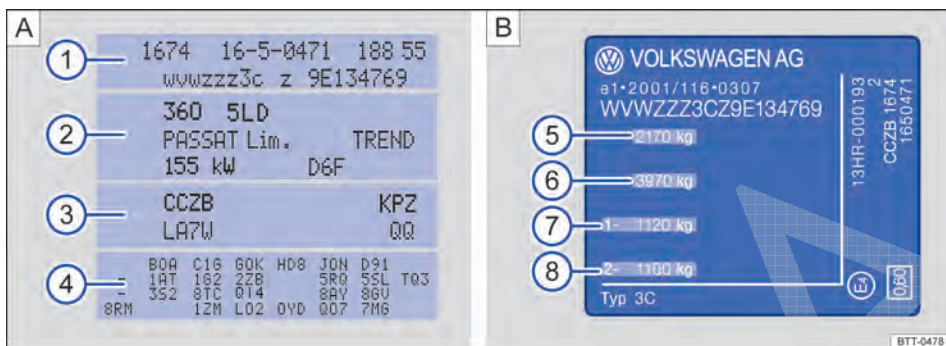

Fig. 16 A: etiqueta de dados do veículo: na figura de exemplo com o código do motor CCZB ③. B: placa de identificação.
A etiqueta de dados do veículo ⇒ Fig. 16 A está colada na área dos pedais e contém os seguintes dados:
- ① Número de identificação do veículo (número do chassi)
- ② Modelo do veículo, potência do motor, transmissão
- ③ Código do motor e da transmissão, código da cor, acabamento interno. No exemplo, o código do motor é “CCZB” ⇒ Fig. 16.
- ④ Equipamentos opcionais, números PR
A plaqueta de identificação ⇒ Fig. 16 B está visível na coluna da porta após abertura da porta do condutor. Veículos para determinados países de exportação não possuem etiqueta de identificação.